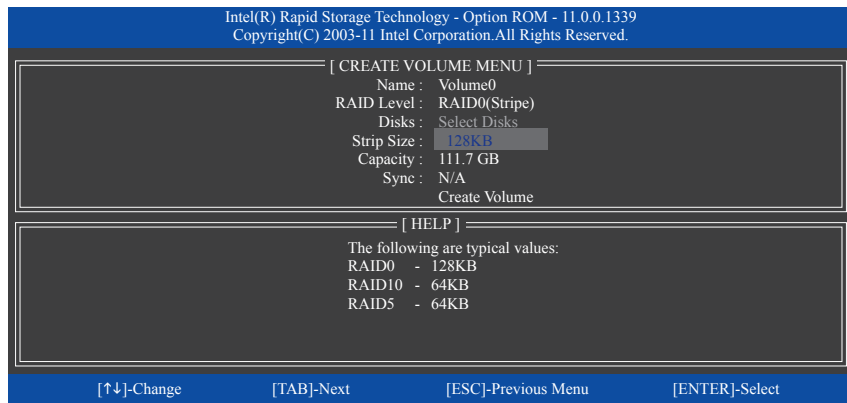

図 5
**Disks** アイテムの下で、RAID アレイに含めるハードドライブを選択します。取り付けたドライブが 2 しかない場合、ドライブはアレイに自動的に割り当てられます。必要に応じて、ストライプブロックサイズ (図 5) を設定します。ストライプブロックサイズは 4 KB~128 KB まで設定できます。ストライプブロックサイズを選択してから、<Enter> を押します。